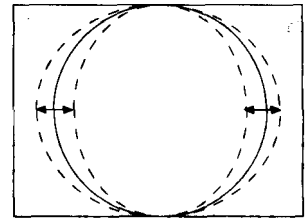

Bild 3
- d) Stellen Sie die horizontale Amplitude so ein, daß eine Auslenkung (overscan) +9% erhalten (Bild 3).